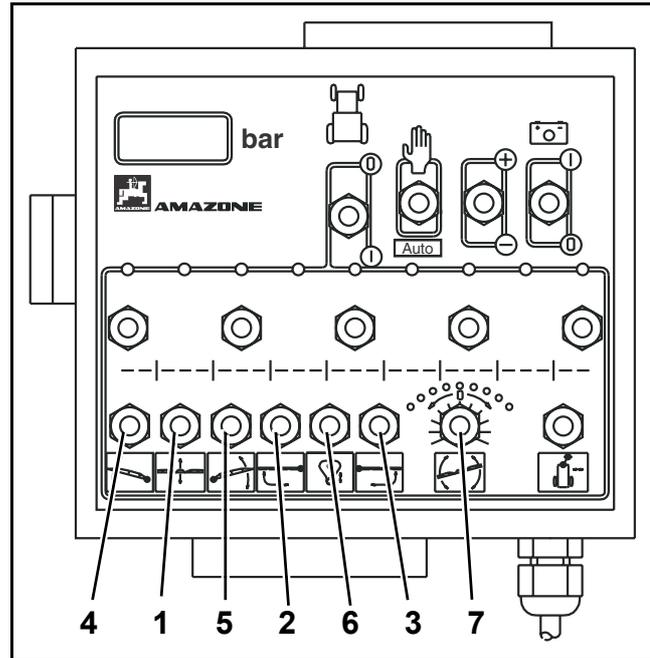

Fig. 8.67
- Maintenez les interrupteurs (Fig. 8.67/4 et Fig. 8.67/5) sur la position "abaisser" jusqu'à ce que les deux faisceaux de bras de rampe soient en position basse horizontale.
- Maintenez les interrupteurs (Fig. 8.67/2 et Fig. 8.67/3) sur la position "déplier" tout le temps nécessaire à ce que tous les tronçons de rampe soient totalement dépliés. Les vérins hydrauliques se chargent respectivement à verrouiller la rampe en position de travail.
- **Déverrouillez l'amortissement tri-directionnel en appuyant sur la touche (Fig. 8.67/6) (voir chap. 8.3.2.4).**
- Actionnez l'interrupteur (Fig. 8.67/1) pour régler la hauteur de travail de la rampe souhaitée.
- En actionnant l'interrupteur (Fig. 8.67/1) correspondant à la fonction montée/descente hydraulique, montez la rampe à mi-hauteur.
- **Verrouillez l'amortissement tri-directionnel en appuyant sur la touche (Fig. 8.67/6) (voir chap. 8.3.2.4).**
- Maintenez les interrupteurs (Fig. 8.67/2 et Fig. 8.67/3) sur la position "replier" jusqu'à ce que tous les tronçons de la rampe soient totalement repliés et les deux faisceaux de bras repliés relevés obliquement.
- Maintenez les interrupteurs (Fig. 8.67/4 et Fig. 8.67/5) sur la position "replier" jusqu'à ce que tous les tronçons de la rampe soient totalement repliés et les deux faisceaux de bras repliés relevés obliquement.
- Maintenez les interrupteurs (Fig. 8.67/2 et Fig. 8.67/3) sur la position "relever" jusqu'à ce que les deux faisceaux de bras de rampe soient relevés obliquement.